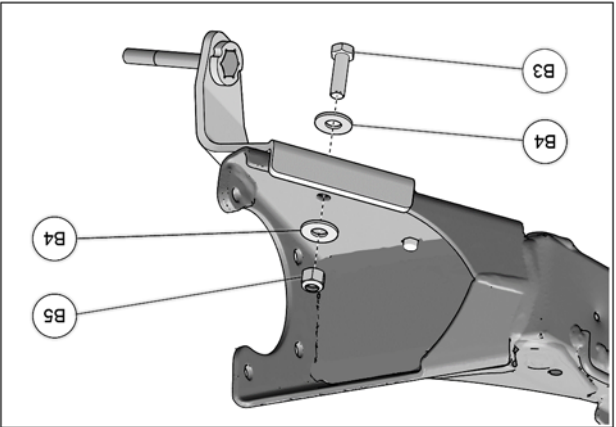

Fig. 8
7. Insérer le boulon de fixation 3/8-24 (B3) par le dessous et fixer la plaque d'ancrage avec l'écrou (B5) et les rondelles (B4) fournis. Serrer à un couple de 40 N•m [37 lb•pi]. Voir la Fig. 8